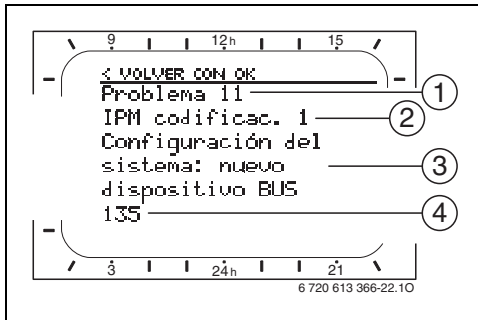

Fig. 16 Indicación de averías
- ▶ Ajustar la temperatura exterior mínima para el caso de referencia de toda la instalación de calefacción (valores orientativos, → fig. 16 y tab. 2).
Pantalla (→ pos. 1, 3 y 4 en fig. 16)